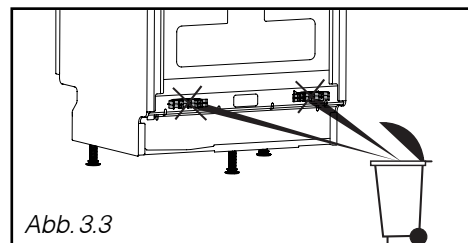

Abb. 3.3
- Ziehen Sie die Schlauchhalter ab (Abb. 3.3).